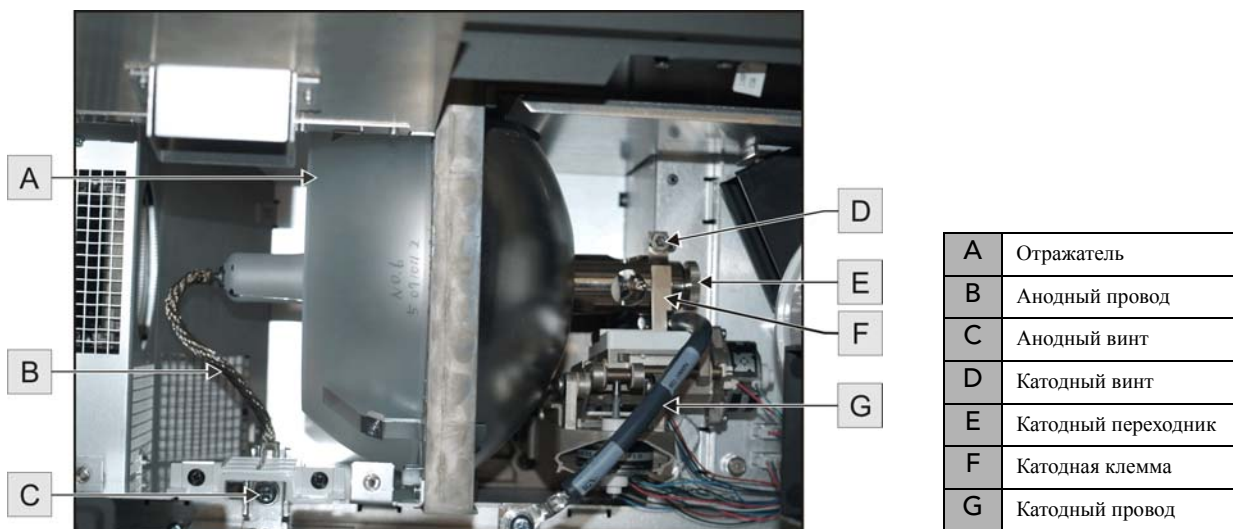

Рисунок 4-1 ЛАМПА В СБОРЕ
5. С помощью крестовой отвертки №3 ослабьте винт, крепящий провод анода (Рисунок 4-1, С). Ослабьте винт катода (Рисунок 4-1, D) с помощью шестигранного ключа, который находится на задней дверце. Держа лампу за анодный конец, осторожно отверните и снимите переходник катода (Рисунок 4-1, E).
10. Наживите и закрутите от руки катодный переходник. Гладкая часть переходника должна быть около катодной клеммы (**Рисунок 4-1/F**). Затяните винт катода (**Рисунок 4-1, D**) на катодном конце лампы с помощью шестигранного ключа, закрепленного на задней дверце.
11. Сориентируйте кольцевой контакт на анодном проводе (**Рисунок 4-1, B**) с позицией для установки (**Рисунок 4-1, C**), гофрированная сторона провода должна быть направлена наружу. Закрутите анодный винт. **ПРИМЕЧАНИЕ:** *Анодный провод должен находиться далеко от металлических частей конструкции.*